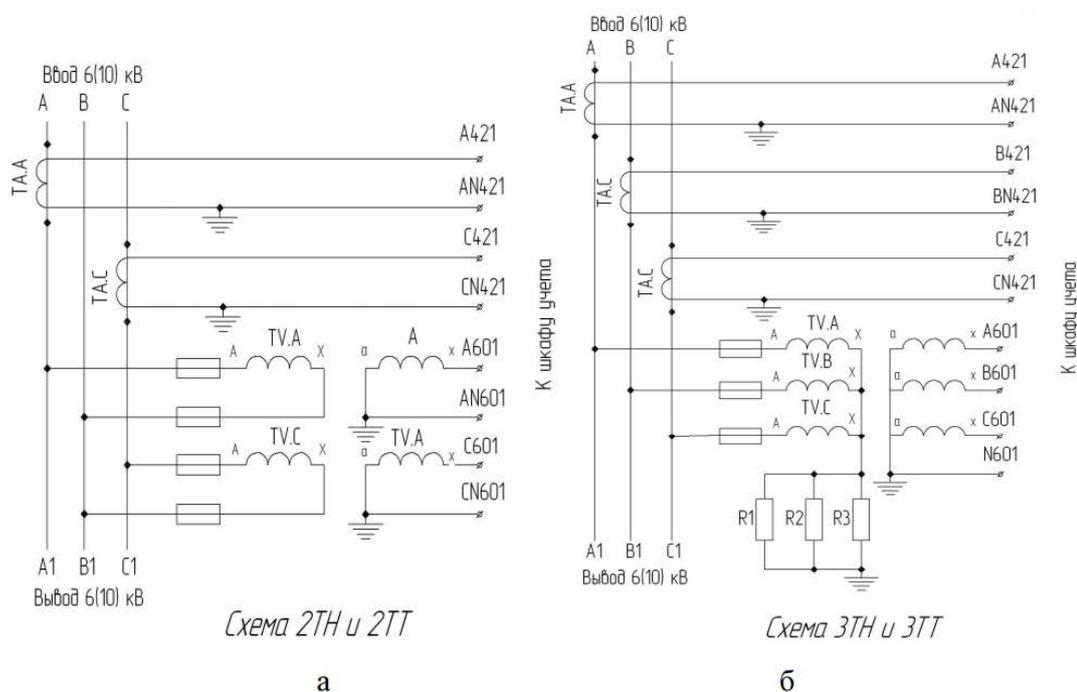

Рисунок 2
4.13 Внутри ВМ установлена колодка зажимов для подключения соединительного кабеля и вторичных цепей высоковольтного модуля. Выводы колодки зажимов подключаются согласно электрической схеме ВМ (см. рисунок 2).